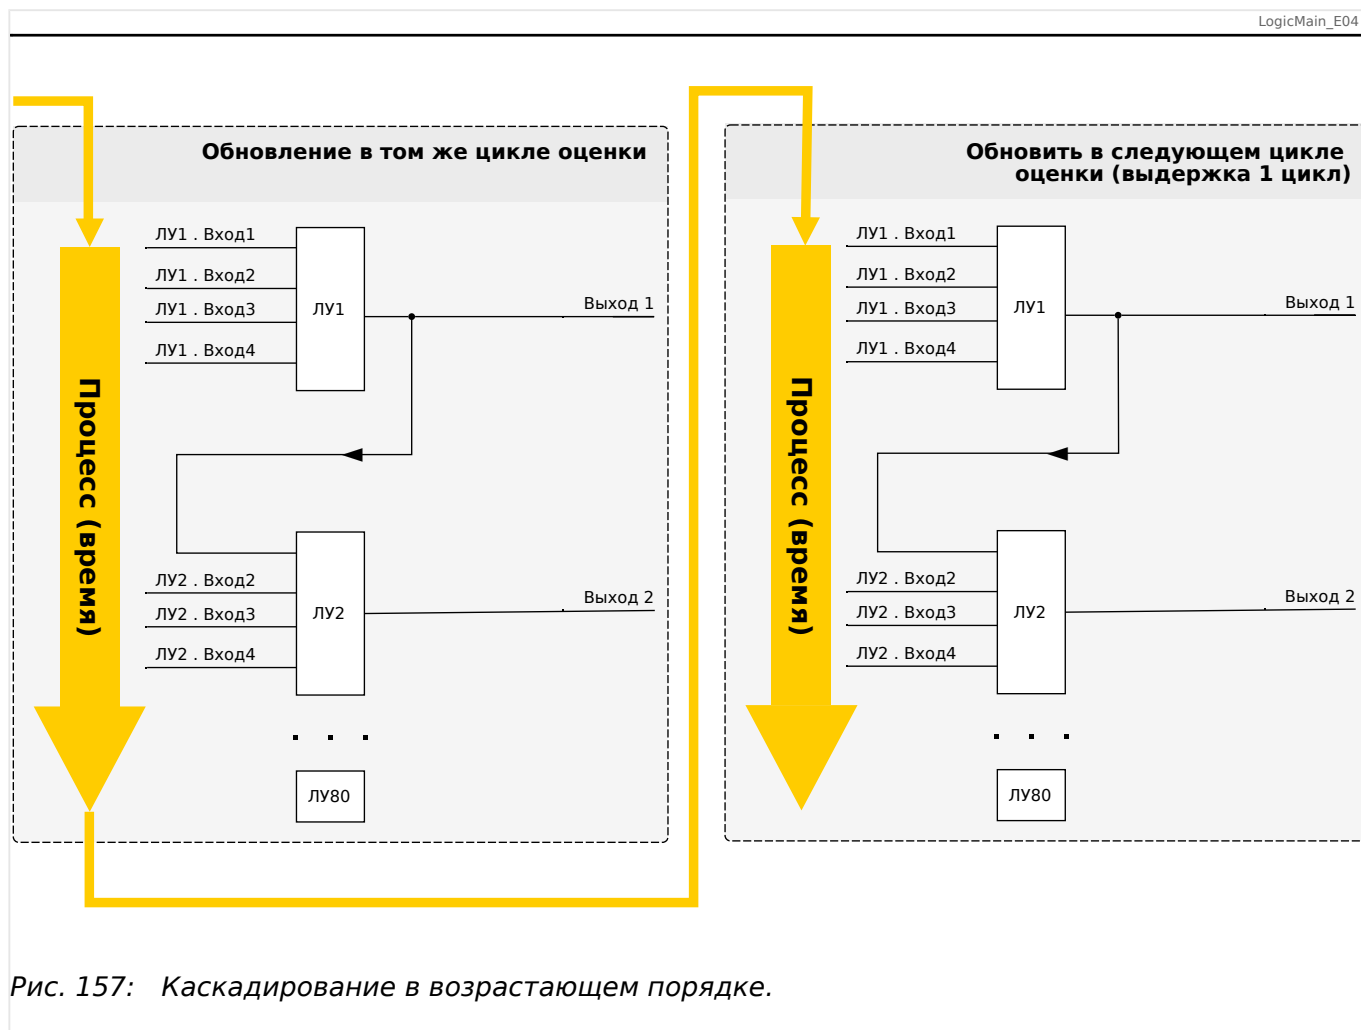
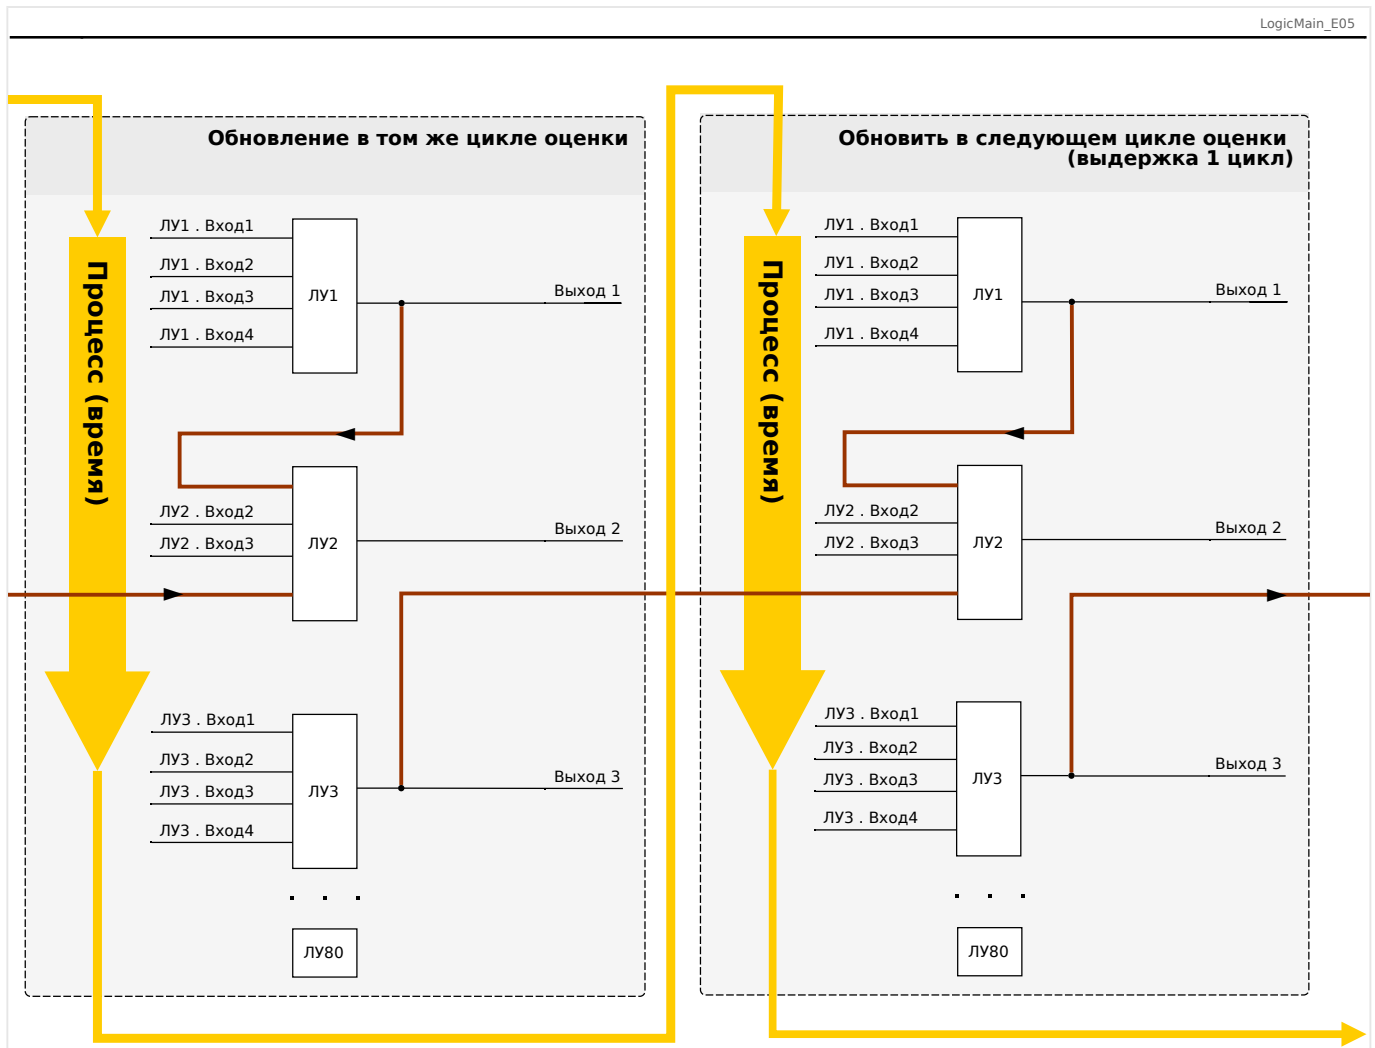

Рис. 157: Каскадирование в возрастающем порядке.
Рис. 158: Каскадирование в возрастающем порядке.
- **Возрастающий** порядок означает, что некий выходной сигнал поступает на вход одного из логических уравнений с **более высоким** номером. На приведенном ниже графике  Рис. 157 приводится пример, когда результат логического уравнения ЛУ1 используется в качестве входного сигнала для логического уравнения ЛУ2.
- **Нисходящая** последовательность означает, что некий выходной сигнал поступает на вход одного из логических уравнений с **меньшим** номером. На графике  Рис. 158 приводится пример, когда результат логического уравнения ЛУ3 используется в качестве входного сигнала для логического уравнения ЛУ2.
И возрастающий, и убывающий порядки можно не только использовать, но и комбинировать, при этом разница будет заметна не сразу. Однако, как показано в разделах  Рис. 157 и  Рис. 158 ниже, благодаря определению состояний всех уравнений в возрастающем порядке фактические рабочие значения, поступающие на вход любого из них, будут иной степени зрелости.
В представленном выше примере Рис. 158 для «логического уравнения 2» используются состояния выходов двух других уравнений — «логического уравнения 1» и «логического уравнения 3». Результат «логического уравнения 1» используется в возрастающем порядке и, следовательно, определен в ходе того же рабочего цикла. Результат «логического уравнения 3» используется в убывающем порядке и, следовательно, определен в ходе предыдущего рабочего цикла.